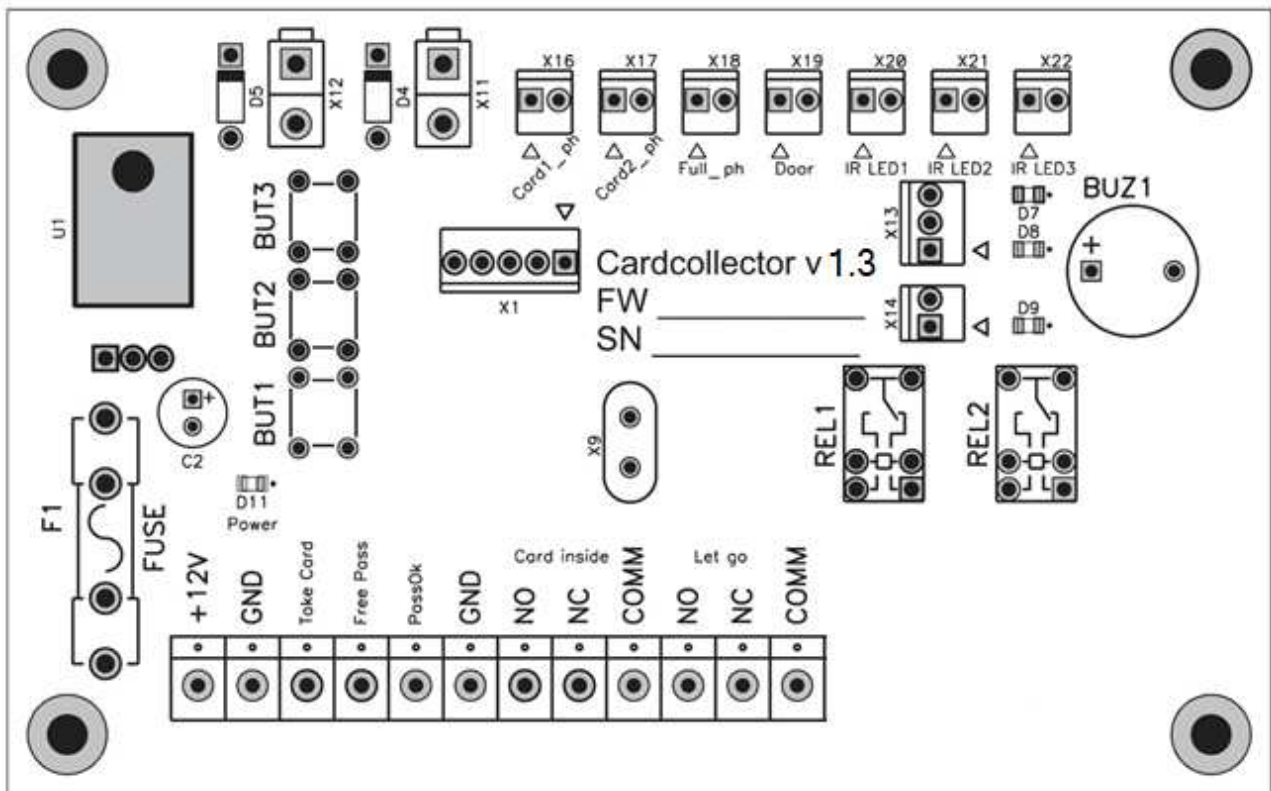

Рис. 8. Внешний вид платы картоприемника
- нажмите и удерживайте кнопку BUT1 на плате картоприемника (рис. 8). При нажатой кнопке шторка картоприемника принудительно открывается и звучит непрерывный звуковой сигнал;